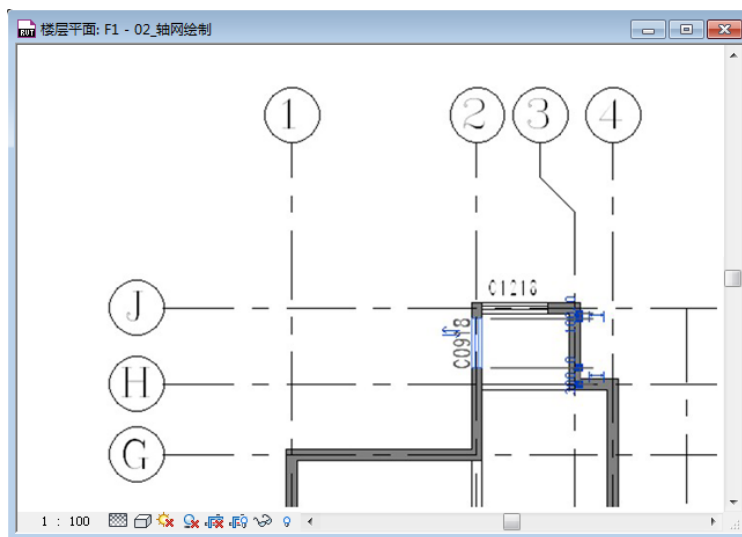

图 2-15
- 5) 光标在 2 轴上 J 轴和 H 轴中间任意位置单击放置窗 C0918，并选择窗 C0918，修改其距离上方墙体内侧的临时尺寸标注数值为 100（如图 2-15 所示）。